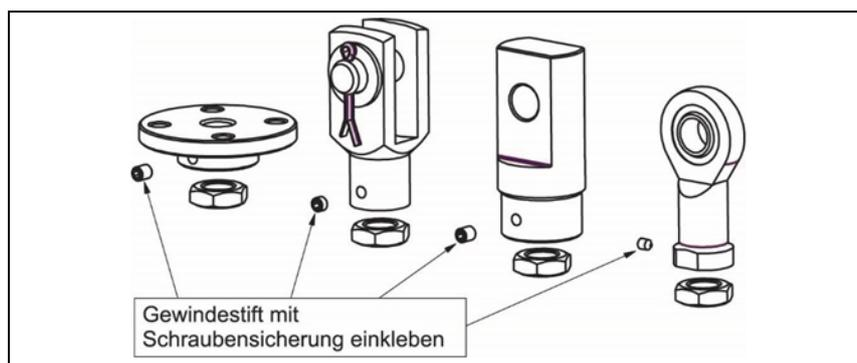

Fig. 7: Fixar as flanges, a forquilha, a chumaceira giratória e as cabeças das juntas esféricas depois de ajustar a posição.
3. Montar os parafusos para os tamanhos 50 e 100 da série ZA nos orifícios alongados com anilhas (por exemplo, de acordo com a norma DIN 1441). Colocar a cabeça do fuso (ver Fig. 7), fixar os parafusos de bloqueio com um bloqueador de roscas (por exemplo, Loctite), colocar a porca de bloqueio (até ao tamanho 100).